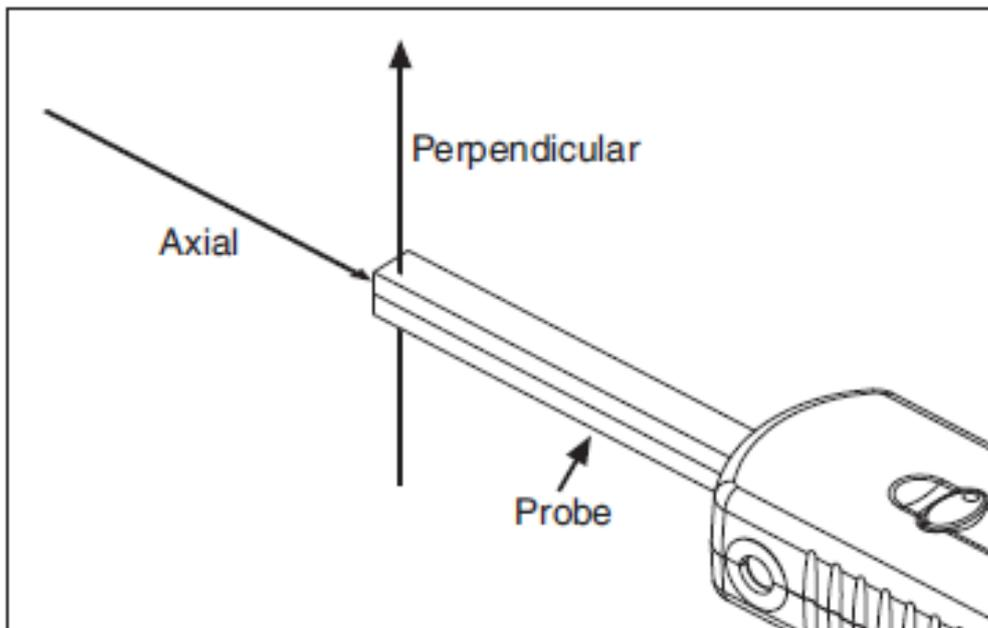

Figura 02: Ilustração de como o sensor faz a leitura das componentes axial e perpendicular do campo magnético.
1. A partir dos cabos com plug banana, conecte a fonte, a bobina mais à esquerda e o sensor de corrente todos em SÉRIE. *OBS: A corrente na bobina deve ser tal que o campo axial gerado por ela entre na frente do sensor, conforme a Figura 02.*